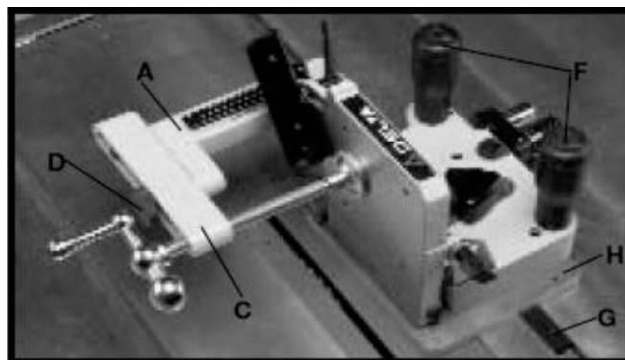

Рисунок 4
3. Прикрепите струбину (С), Рис. 4, к прижиму струбины (А), используя ручку (D), как показано на рисунке.
4. Прикрутите рукоятки (F), Рис. 4, к основанию (H), как показано на рисунке.
5. **ВАЖНО:** направляющая планка (G), Рис. 4, расположенная в основании (H), была настроена на заводе-изготовителе для работы с пильными дисками с возможностью наклонена вправо. В этом случае обратитесь к инструкции "ВЫРАВНИВАНИЕ ШИПОРЕЗНОГО УСТРОЙСТВА". Если вы используете шипорезное устройство с пильными дисками с наклоном влево, направляющую планку (G) Рис. 4, необходимо переустановить на основании (H), как описано ниже: